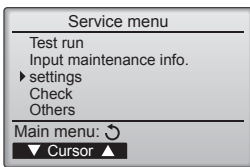

Fig. 6-2
6.2. Afstandsbediening (Fig. 6-2)
① (Fig. 6-2)